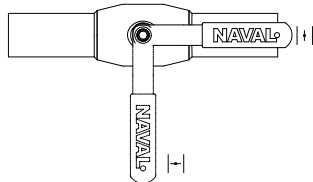

Bild 4
- 4.4 Die Markierung auf dem Spindelvierkant zeigt die Position der Kugel an (Bild 4).